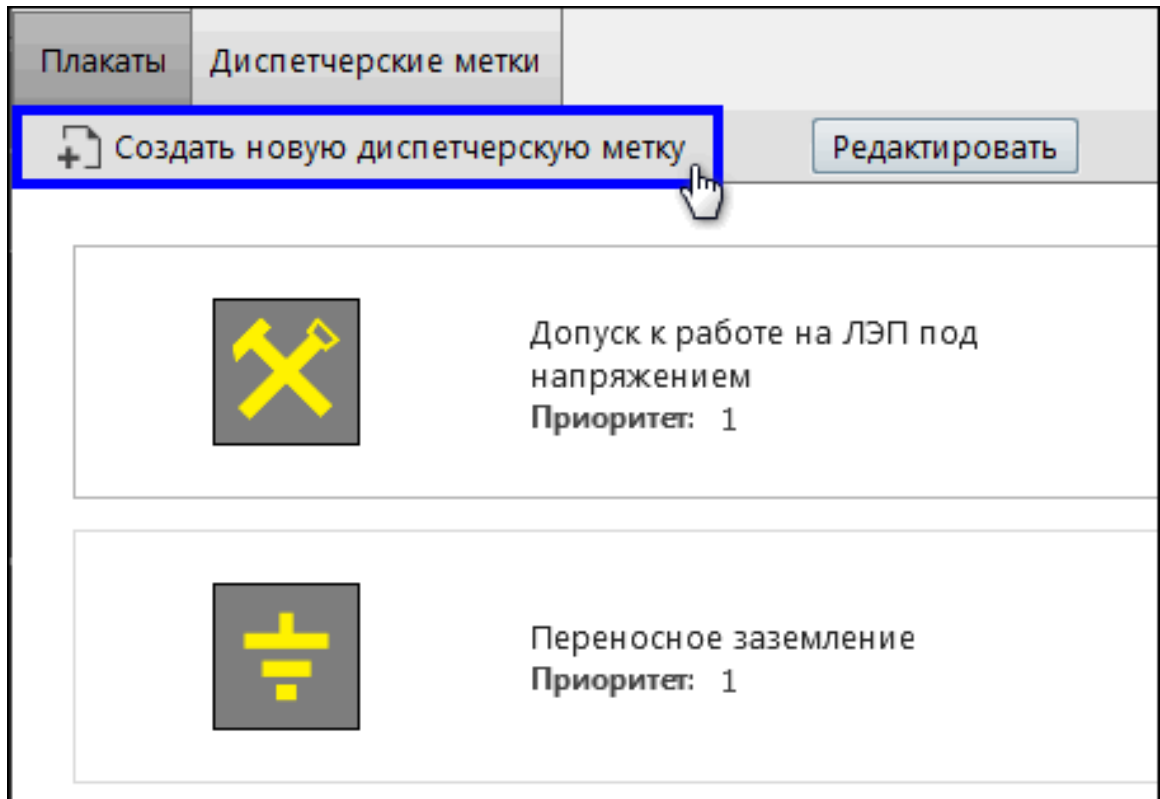

Рисунок 295 - Создать диспетчерскую метку
1. Нажмите **Создать новую диспетчерскую метку** (Рисунок 295).